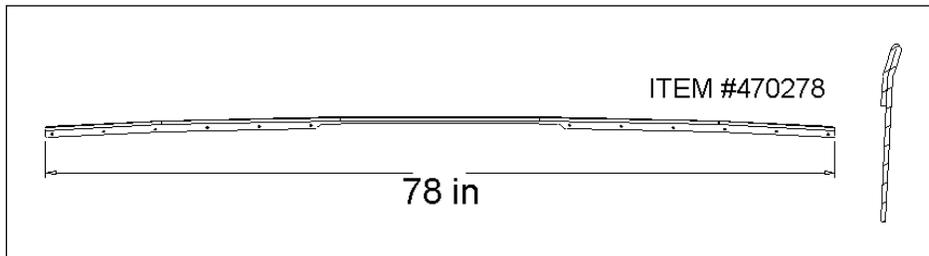
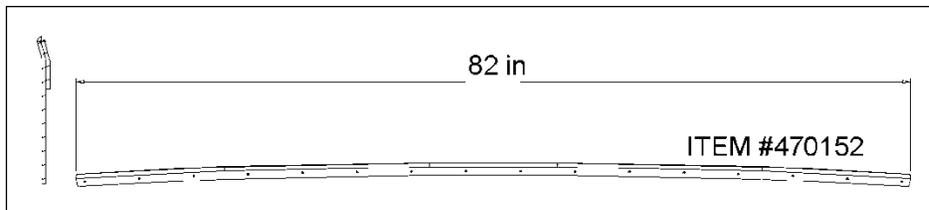

FIGURE 40 : LARMIER DU HAUT – SÉRIE X3
FIGURE 41 : LARMIER DU BAS – SÉRIE X3
1. Identifier clairement les larmiers no 470278 et no 470152 (FIGURE 40 & FIGURE 41).